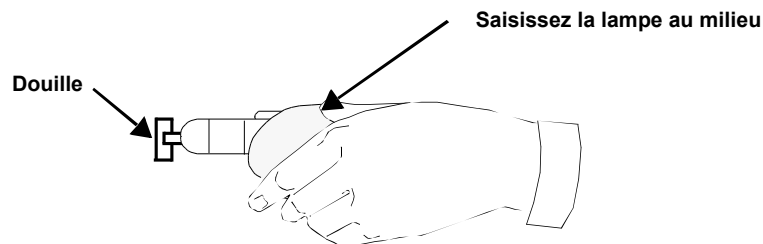

Figure 15. Remplacement de la lampe halogène au tungstène
7. Saisissez la lampe de rechange entre le pouce et l'index à l'aide d'un linge de nettoyage d'objectif et insérez-la dans les douilles. Voir Figure 15.